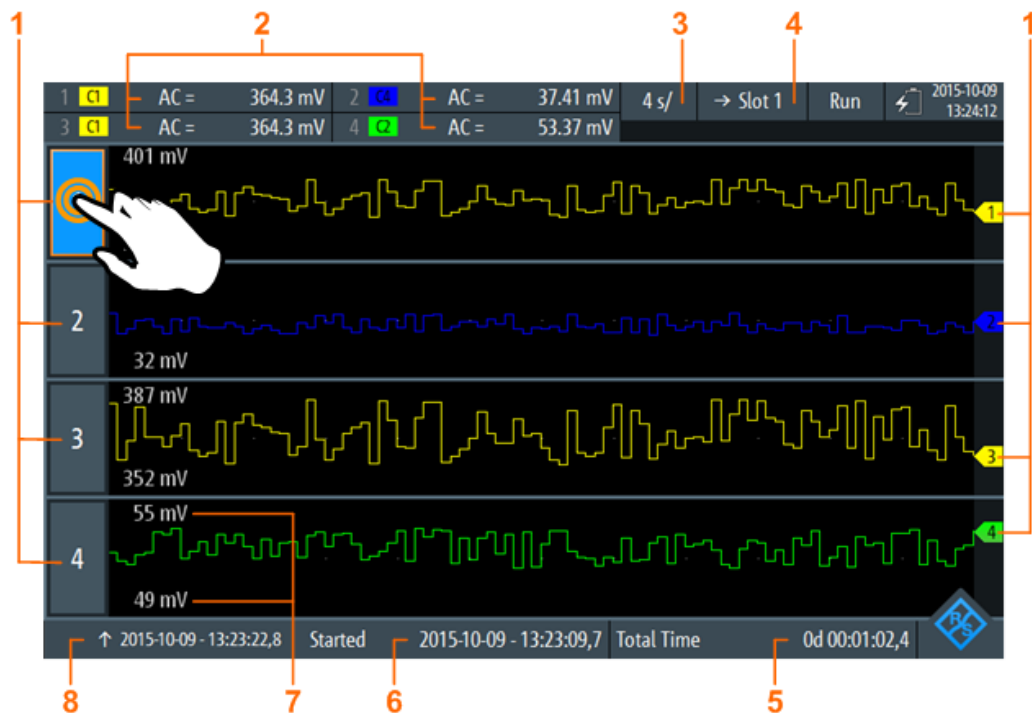

Bild 8-1: Logger-Anzeige mit allen aufgezeichneten Oszilloskopmessungen
1. Tippen Sie zum Anzeigen einer einzelnen Aufzeichnung auf eine der aufgezeichneten Messungen, wie in Bild 8-1 gezeigt.